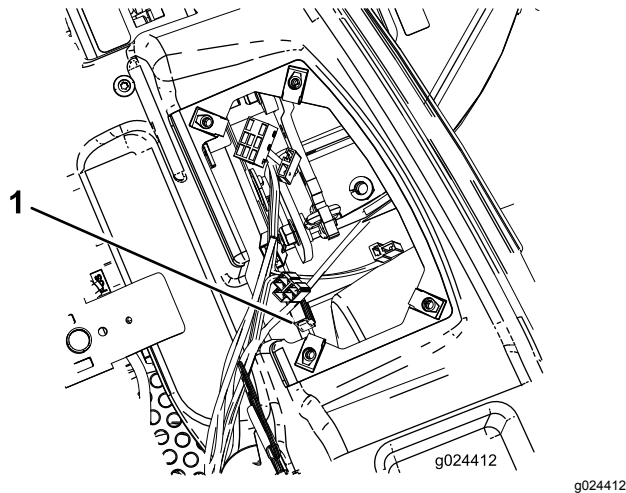

**Figura 55**
**Nota:** Los fusibles están situados en la consola de la derecha, junto al asiento (Figura 55).
4. Alinee el fusible nuevo con la ranura del bloque de fusibles (Figura 55).
5. Inserte el fusible a presión en el bloque de fusibles hasta que esté correctamente asentado (Figura 55).